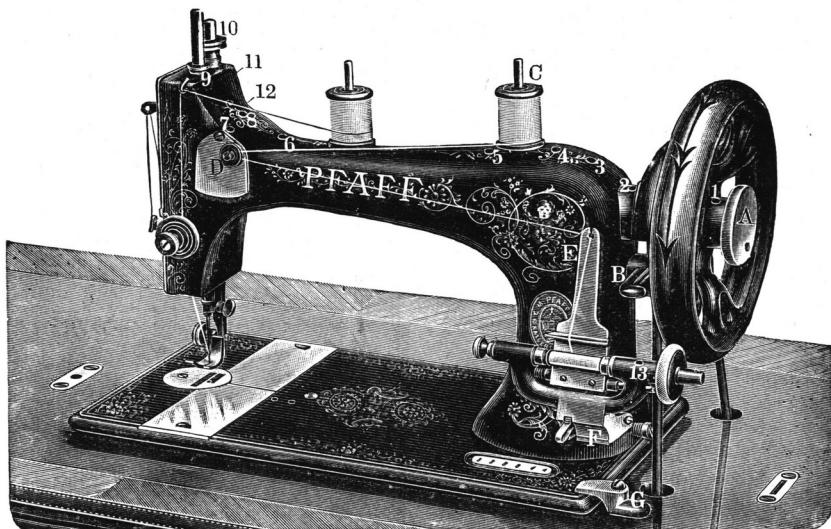

Bild 4.
werden. Das Oelen geschieht mittelst der beigegebenen Oelkanne an den auf Bild 4 durch die Zahlen 1 bis 13 bezeichneten Schmierlöchern.
**Das Abstellen** der Maschine soll geschehen, beim **Erlernen des Tretens**, während des **Aufspulens der Schiffchenspule** und **wenn die Maschine nicht gebraucht wird**. Sollte das Schwungrad, wenn abgestellt, dennoch das Werk der Maschine mit herumnehmen, dann ist dasselbe verharzt, und man muss in die Schmierlöcher 1 und 2 (Bild 4) etwas Petroleum bringen.
mittelst des Hebels **B**, Bild 4. Rückt man diesen Hebel nach unten, dann werden die Stiche grösser, rückt man ihn nach oben, so werden dieselben kleiner.